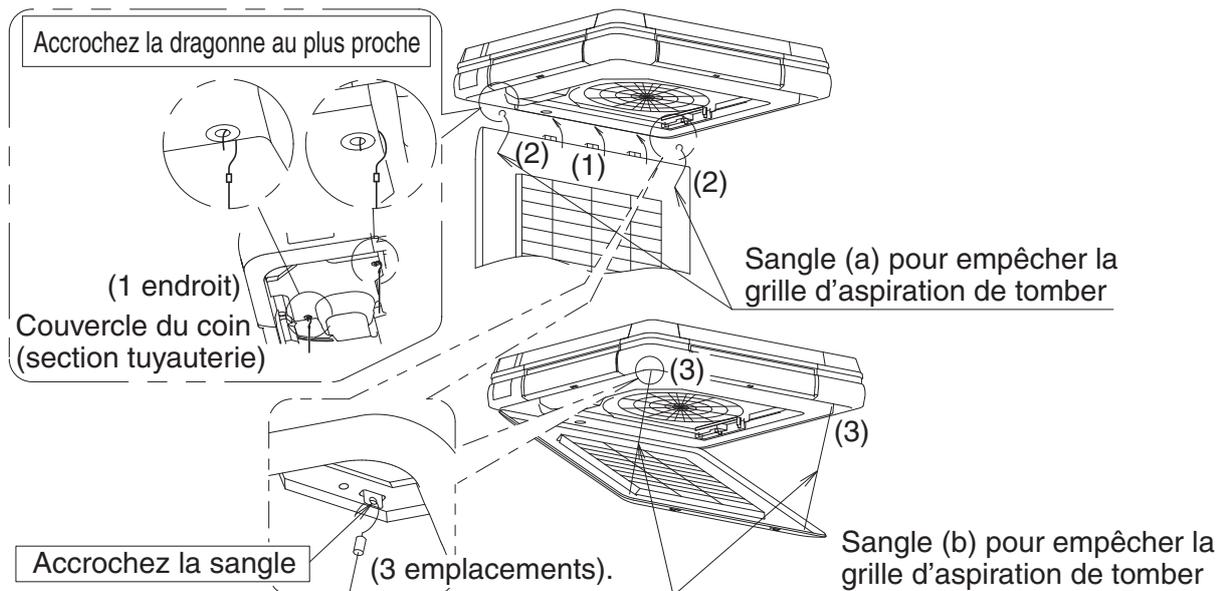

Fig. 49
- Après avoir fixé la grille d'aspiration dans l'ordre opposé figurant dans la clause " 4. PRÉPARATIFS AVANT L'INSTALLATION - (3) " (Reportez-vous à la Fig. 49-(1)), accrochez la sangle (a) pour empêcher la grille d'aspiration de tomber (Reportez-vous à la Fig. 49-(2)).
- Accrochez la sangle (b) pour empêcher la grille d'aspiration de tomber. (Reportez-vous à la Fig. 49-(3))